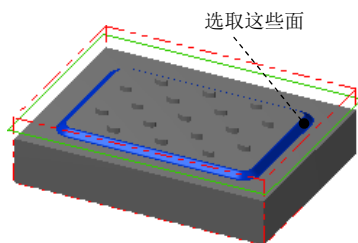
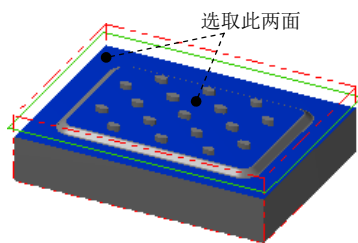

图 25.16 选取加工面
图 25.17 选取干涉面
Step2. 设置加工区域。在图形区中选取图 25.16 所示的面（共 24 个），按 Enter 键，系统弹出“刀具路径的曲面选取”对话框。单击 **检测** 区域中的 按钮，选取图 25.17 所示的面为干涉面，然后按 Enter 键。单击 按钮，完成加工区域的设置，此时系统弹出“曲面精加工等高外形”对话框。